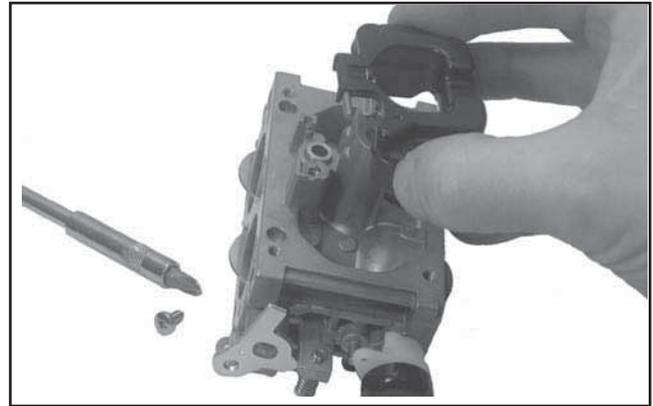

Figure 5-23. Enlèvement du pointeau d'entrée et du flotteur.
- Enlever la vis du goujon du flotteur et retirer le vieux flotteur, le goujon et le pointeau d'entrée. Voir la Figure 5-23. Éliminer toutes les vieilles parties. Le logement du pointeau d'entrée ne peut pas être entretenu et ne devrait jamais être retiré.